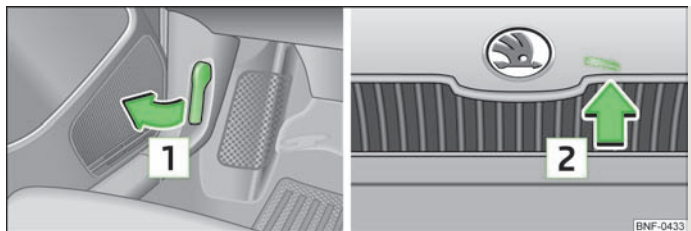

Fig. 95 Déverrouillage du capot
- Tirez sur la manette de déverrouillage **1** en dessous du tableau de bord » fig. 95.
- Appuyez sur la manette de déverrouillage dans le sens de la flèche **2** » fig. 95, le capot moteur se déverrouille.